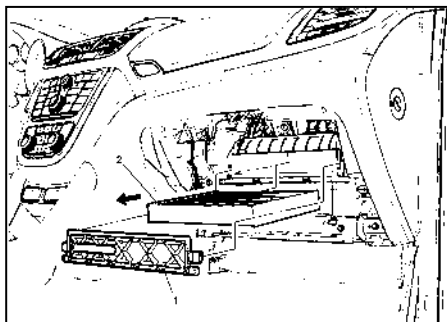

Fig. 16
4. Retire los sujetadores de la cubierta del filtro de aire de cabina y la cubierta (ver Fig. 16).